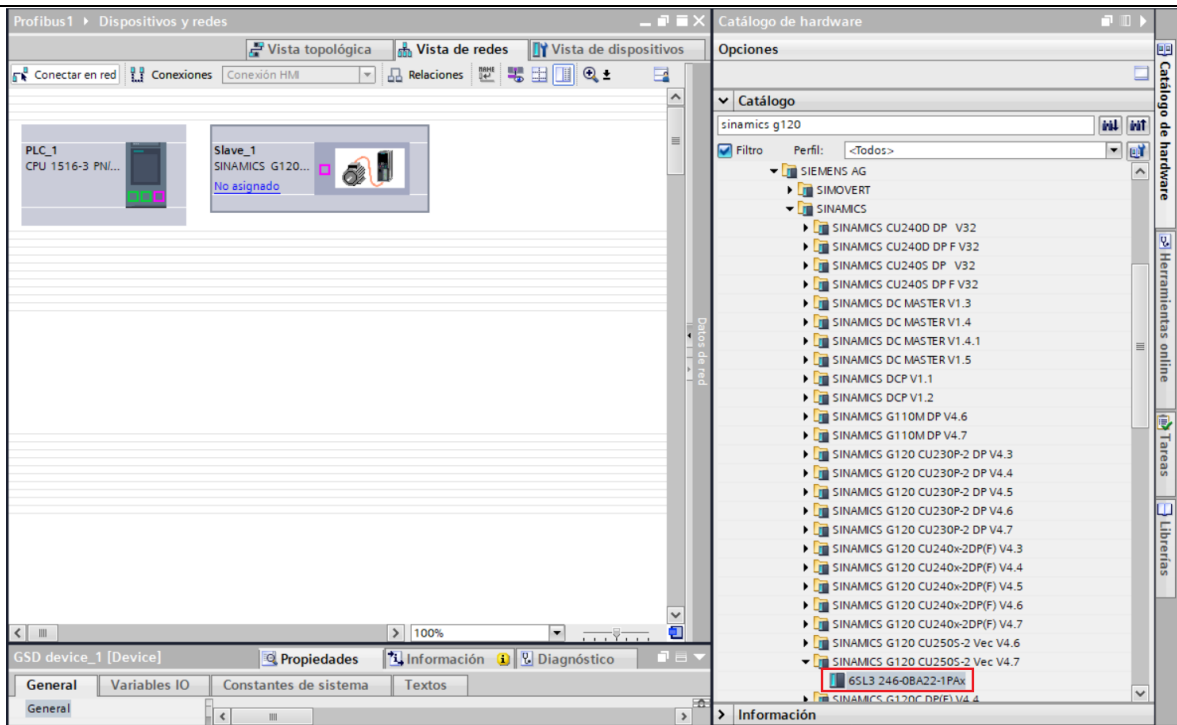

Figura 14. Agregar el variador de frecuencia G120.
- Para agregar el variador seleccionar “**Otros dispositivos de campo**” / “**PROFIBUS DP**” / “**Accionamientos**” / “**SIEMENS AG**” / “**SINAMICS**” / “**SINAMICS G120 CU250S-2 Vec V4.7**” / “**6SL3 246-0BA22-1PAX**” (ver Figura 14).